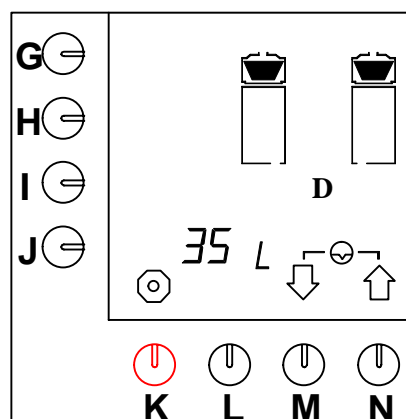

Fig. 55 Nollställning dagräkneverk bryggarsystem
- Tryck på valtangenten (M.)↓ tills fig. 55 visas på displayen.